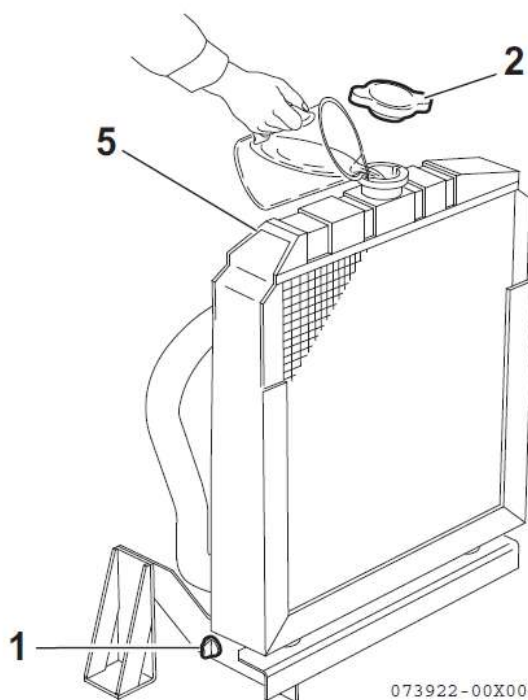
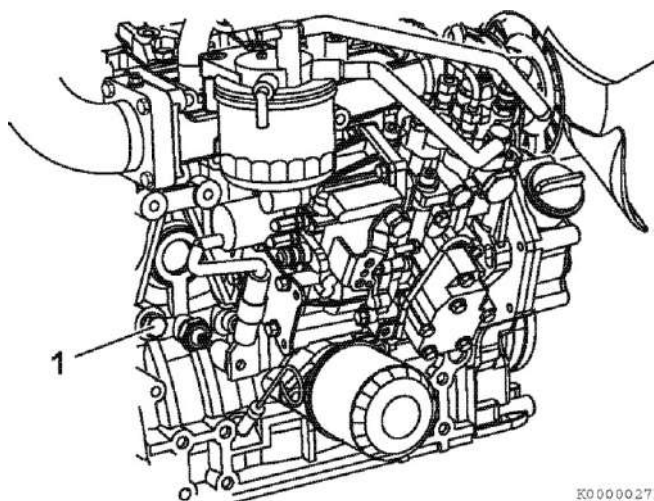
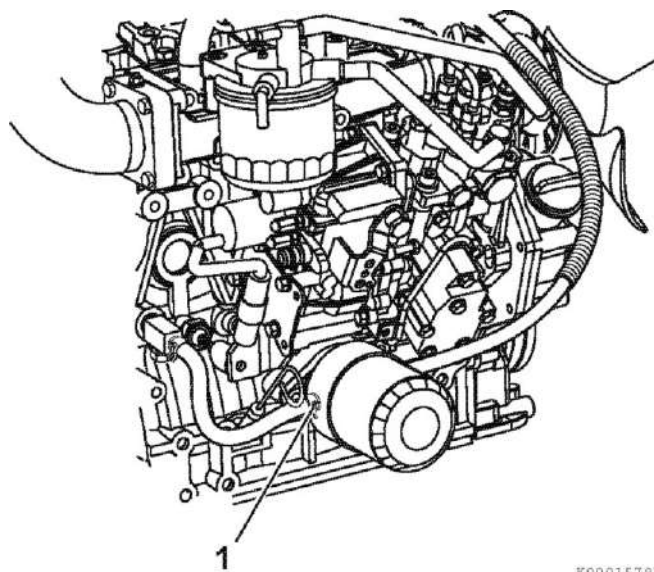

Рисунок 29
Рисунок 30
Рисунок 31
1. Убедитесь, что сливная пробка радиатора стоит на месте и закручена, и сливной кран (рисунок 29, (1)) закрыт. Также удостоверьтесь, что сливная пробка охлаждающей жидкости (рисунок 30, (1)) в блоке цилиндров стоит на месте и закручена, и шланги охлаждающей жидкости (рисунок 31, (1)) установлены и подсоединены к масляному радиатору.
2. Снимите крышку радиатора (Рисунок 29 (2)), повернув её против часовой стрелки на 1/3 оборота.
4. Установите крышку радиатора на место (рисунок 29, (2)). Выровняйте выступы на задней стороне крышки радиатора с прорезями на заливной горловине радиатора. Нажмите вниз и поверните крышку по часовой стрелке на 1/3 оборота.